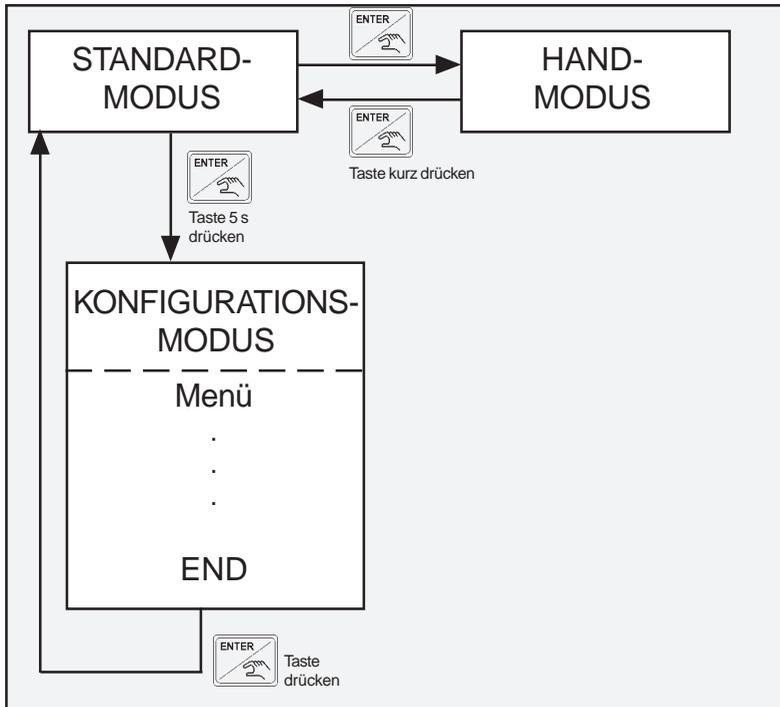

Bild 8: Umschalten zwischen den Betriebsmodi
- Der Wechsel in die anderen Modi ist mit den in Bild 8 gezeigten Aktionen möglich.